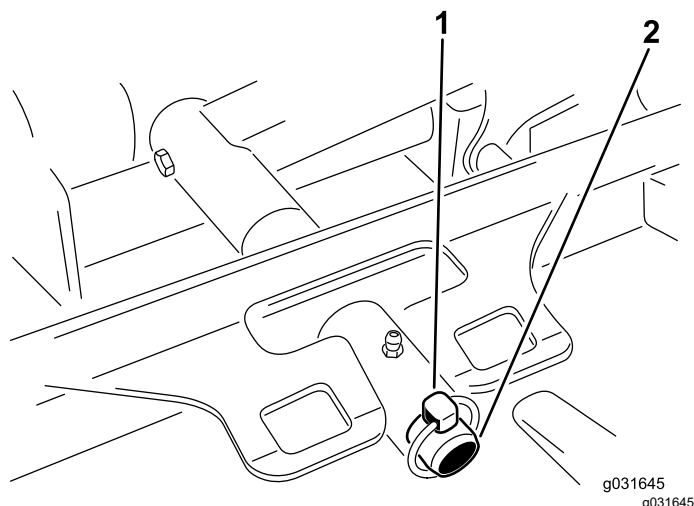

Figura 66
3. Togliete l'acciarino o il dado di ritegno che fissano il telaio portante del piatto di taglio al perno orientabile del braccio di sollevamento (Figura 66).
3. Fate scorrere il telaio portante del piatto di taglio sul perno orientabile del braccio di sollevamento e fissatelo con l'acciarino o il dado di ritegno (Figura 66).